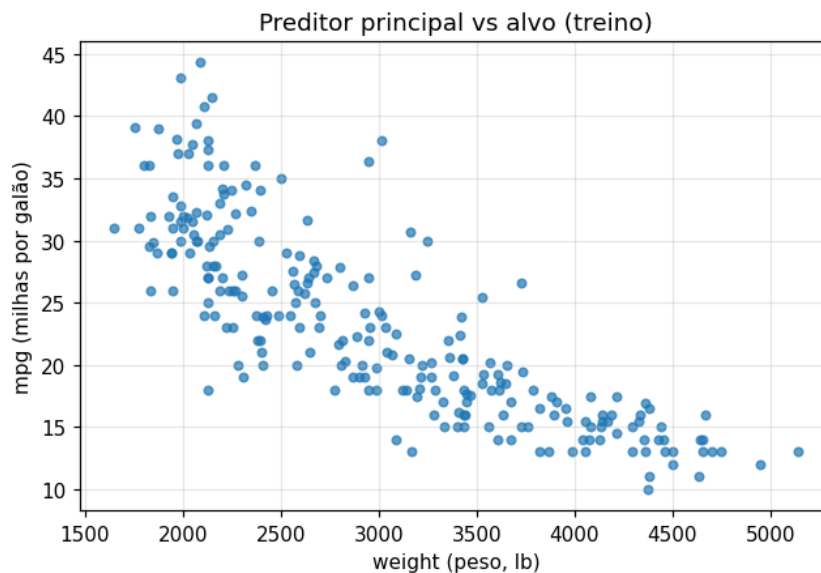

Figura 2. Dispersão de mpg (milhas por galão) contra weight (lb), conjunto de treino.
2. O gráfico de weight (lb) versus mpg no treino (Figura 2) mostra relação decrescente e forte ($r = -0,83$), mas com sinal de curva convexa: a queda é íngreme até ~3500 lb e se achata nos carros pesados (~12–15 mpg); a dispersão é maior nos carros leves. Hipótese: uma reta capta a tendência principal, mas o grau 2 deve reduzir o erro sistemático nos extremos, com ganho modesto.